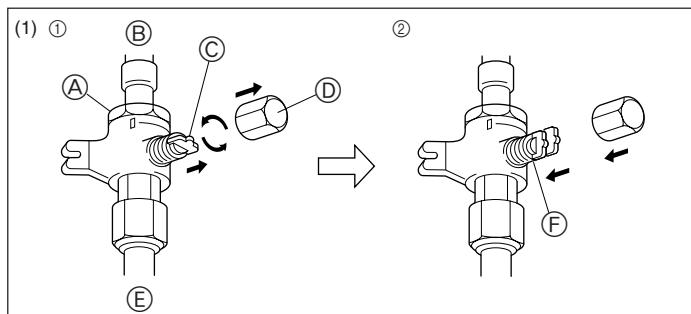
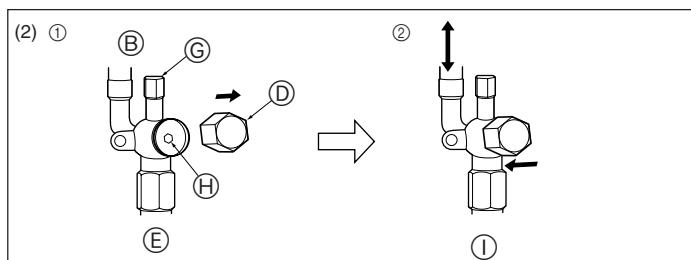

Fig. 4-5
Fig. 4-6
- (1) Lado do gás para o RP2.5-6 (Fig. 4-5)
- ① Remova a cápsula, puxe a alavanca na sua direcção e gire 1/4 de volta no sentido contrário aos ponteiros do relógio para abrir.
- ② Certifique-se de que a válvula de paragem esteja completamente aberta, empurre a alavanca e gire a cápsula de volta à sua posição original.
- (2) Lado do líquido do RP2.5-6 e lado do Gás/Líquido do RP1.6, 2 (Fig. 4-6)
- ① Retire a tampa e rode a válvula para a esquerda o máximo que puder com uma chave sextavada de 4 mm. Pare de rodar quando esta alcançar o batente. (ø6,35: Aproximadamente 4,5 rotações) (ø9,52: Aproximadamente 10 rotações)